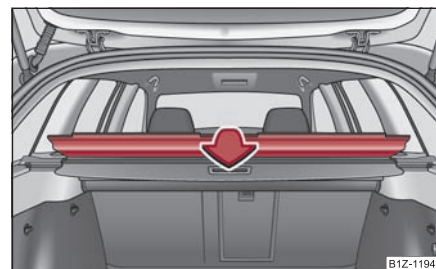

Fig. 104 Plegado de la cubierta del compartimento guardaoobjetos
- Pliegue la cubierta del compartimento guardaoobjetos detrás de los asientos traseros⇒ fig. 104.
- Pliegue la cubierta del compartimento guardaobjetos detrás de los asientos traseros ⇒ página 93, fig. 104.